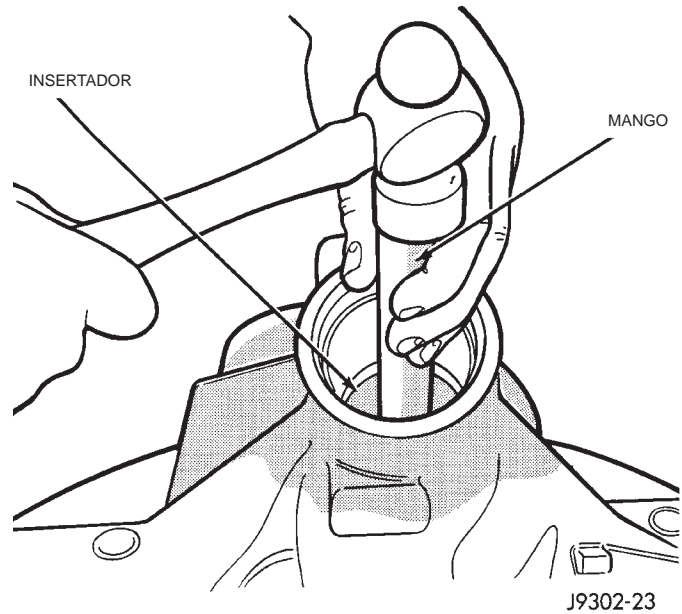

Fig. 49 Desmontaje de la cubeta del cojinete trasero
(10) Retire de la caja del eje la cubeta del cojinete trasero (Fig. 49). Utilice el extractor D-149 y el mango C-4171.